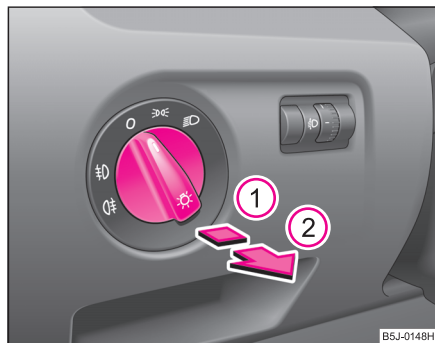

Fig. 34 Tabloul de bord: Întrerupătorul de lumină
- Rotiți întrerupătorul în poziția  sau  ⇒ fig. 34.
- Acționați întrerupătorul până la prima treaptă ①.
- Acționați întrerupătorul până la **a doua treaptă** ②. Concomitent se aprind și farurile de ceață*.